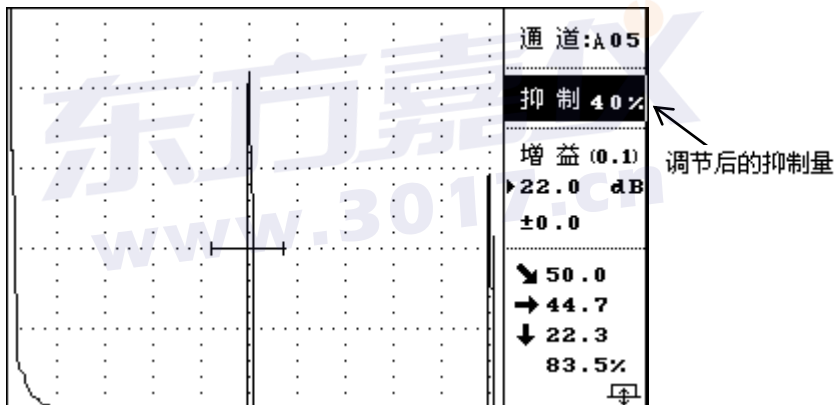

图 2-2-7
- ② 按   键或转动旋钮，调节抑制量，所显示的百分数即为抑制杂波的高度。最大抑制量为 80%。例如：图 2-2-7 为抑制量 40% 的波形图。